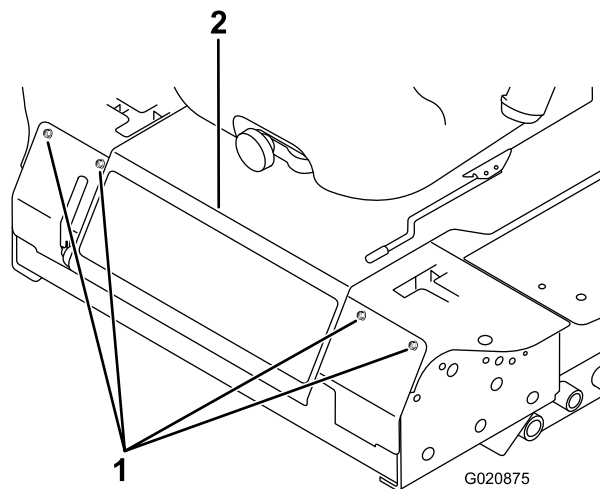

Figure 54
3. Retirez les boulons de fixation du panneau avant et déposez le panneau (Figure 54).